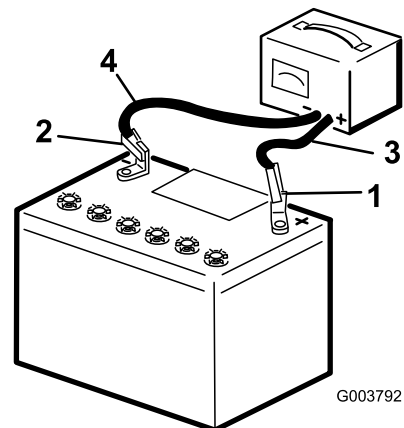

Bild 93
5. Schließen Sie das Pluskabel des Batterieladegeräts an den Pluspol der Batterie an (Bild 93).
6. Schließen Sie das Minuskabel des Batterieladegeräts an den Minuspol der Batterie an (Bild 93).
- Schließen Sie das Ladegerät von der Stromquelle ab, wenn die Batterie ganz aufgeladen ist. Klemmen Sie dann die Ladegerätkabel von den Batteriepolen ab (Bild 93).